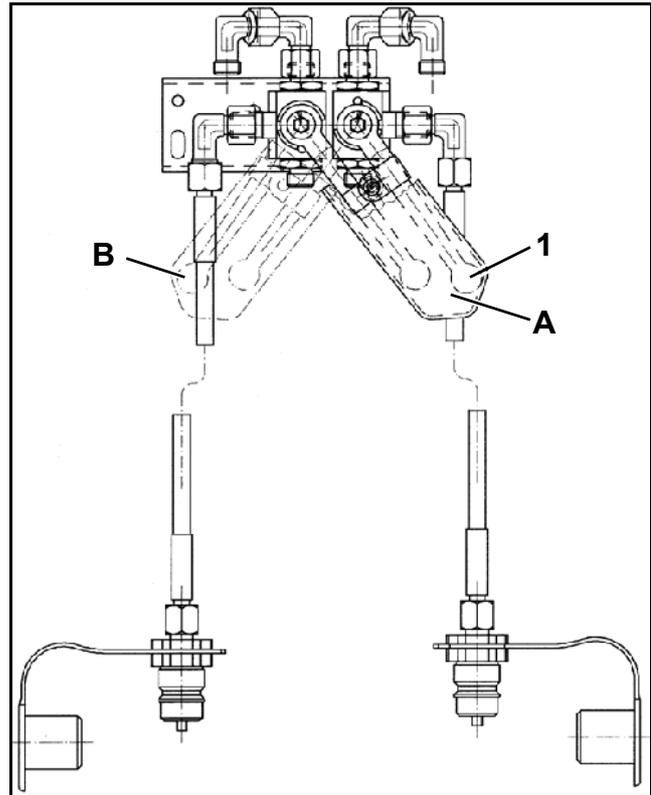

Fig. 8.10
- Pivotez le levier de commande (Fig. 8.10/1) sur la position "A" et déployez le bras latéral droit en actionnant le distributeur du tracteur.
- Pivotez le levier de commande (Fig. 8.10/1) sur la position "B". Actionnez le distributeur du tracteur et repliez le bras latéral gauche.
- Pivotez le levier de commande (Fig. 8.10/1) sur la position "A". Actionnez le distributeur du tracteur et repliez le bras latéral droit.